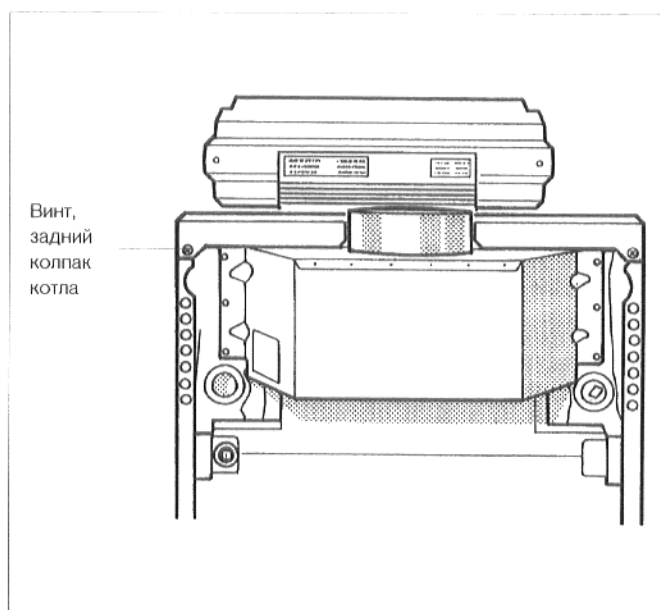

Рис. 15. Монтаж заднего колпака котла
- Надеть задний колпак котла и закрепить сзади двумя крепежными винтами (рис. 15).